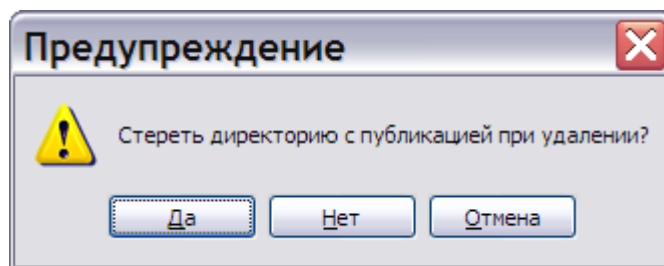

Рис. 244
2. В меню **Публикация** выберите команду **Удалить** (или нажмите клавишу DEL на клавиатуре). После этого откроется окно **Внимание** с вопросом об удалении публикации с диска (Рис. 244).